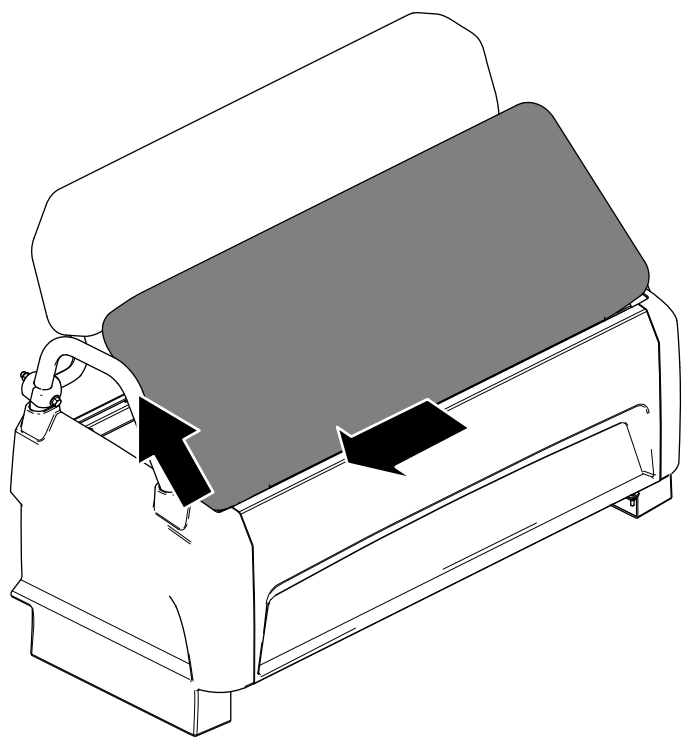

Figura 32
2. Deslice el cojín hacia un lado para liberarlo de los pasadores y levante el cojín (Figura 32).